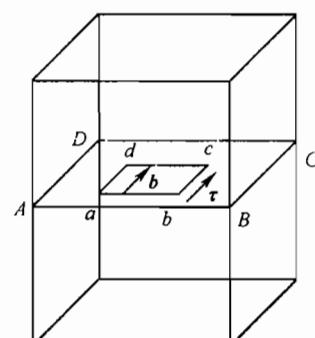

图 19-1 第三题第 1 小题图
1. 设在简单立方晶体中有一个位于滑移面 $ABCD$ 上的位错环 $abcd$ ，其柏氏矢量 b 、所受切应力 τ 如图 19-1 所示，回答下列问题：